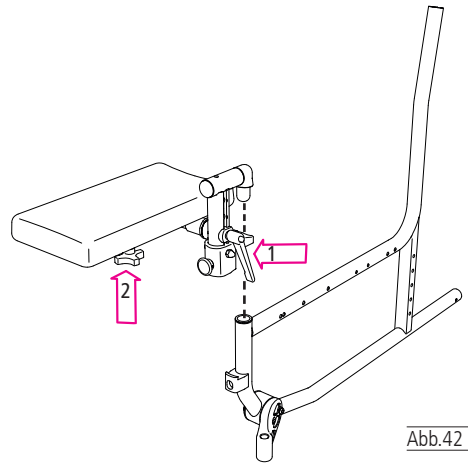

Abb.42
1. Lösen Sie die Sterngriffschraube (2, Abb. 42).